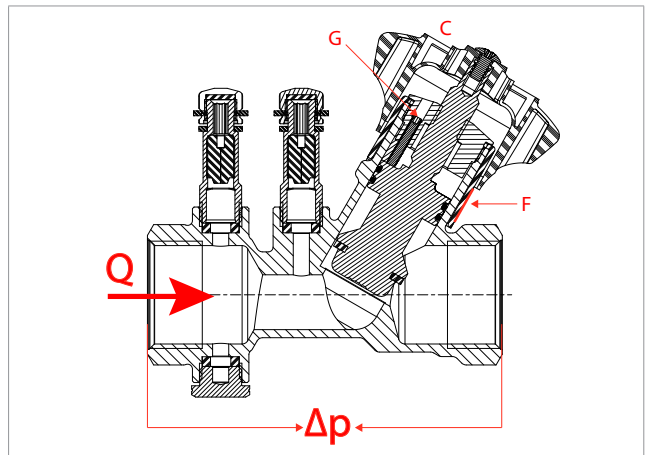

Fig. 2
Las válvulas R206B están dotadas de un mecanismo de memoria mecánica de la apertura (prerregulación). Este mecanismo opera limitando la carrera del mando (ref.C - fig.2) mediante un tornillo de bloqueo (ref.G - fig.2).
- Efectuar la regulación de la válvula R206B mediante el mando (ref.C - fig.2), en la escala de regulación (ref.F - fig.1);
- Roscar hacia la derecha hasta que haga tope el tornillo de bloqueo de la prerregulación (ref.G - fig.2) utilizando una llave Allen de 1,5 mm para las versiones de 1/2", 3/4", 1", 1 1/4" o de 2 mm para las versiones de 1 1/2", 2".